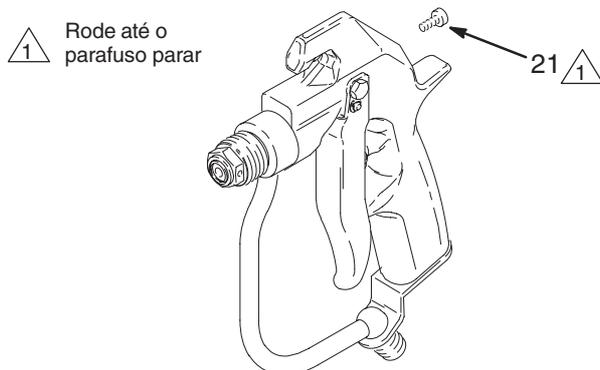

Fig. 21
9. Se tiver sido removido, instale o parafuso de tensão da mola (21) na parte de trás da pistola. De seguida, aperte o parafuso até parar. Ver Fig. 21.